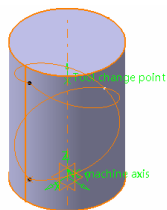

图 4-42 定义目标加工零件（2）
4) 定义目标加工零件（2）。单击 Design part for simulation 按钮, 系统自动隐藏“Part Operation”对话框, 在图形区选择打开的实体模型作为目标加工零件, 如图 4-42 所示, 然后双击空白处返回“Part Operation”对话框。